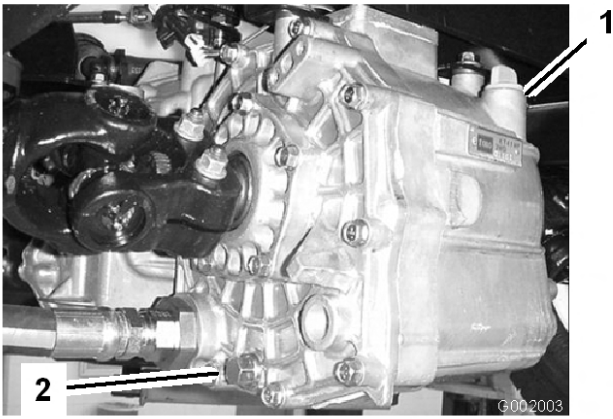

図 65
3. 油圧オイル・タンクの側面にあるドレン・バルブをゆるめ、流れ出すオイルを容器に受ける（図 65）。